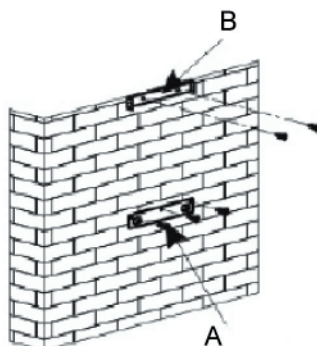

Fig. 1
(fig. 1)
- Percez les 3 trous de 8mm à l'emplacement adéquat et insérez les chevilles (pièce A fig. 1).
- Fixez le support de fixation de la hotte en veillant à ce qu'il soit parfaitement de niveau (pièce A fig. 1).
– Calculez la hauteur finale pour fixer l'étrier en U de support de la cheminée (pièce B fig. 1).
– Percez les 2 trous de 8mm et fixez l'étrier de support de la cheminée en faisant attention qu'il soit bien dans l'axe de la hotte (pièce B fig. 1).
— Calculez la hauteur finale pour fixer l'étrier de support de la cheminée (pièce B fig. 1).
— Percez les 2 trous de 8mm et fixez l'étrier de support de la cheminée en faisant attention qu'il soit bien dans l'axe de la hotte (pièce B fig. 1).